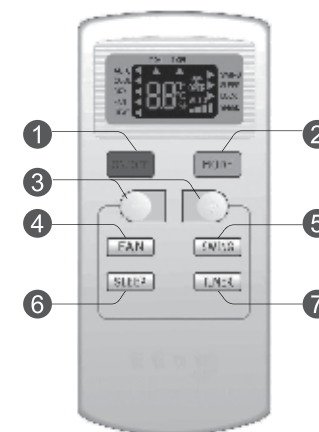

Рис. 5.4
5.5 Порядок управления (Рис. 5.4)